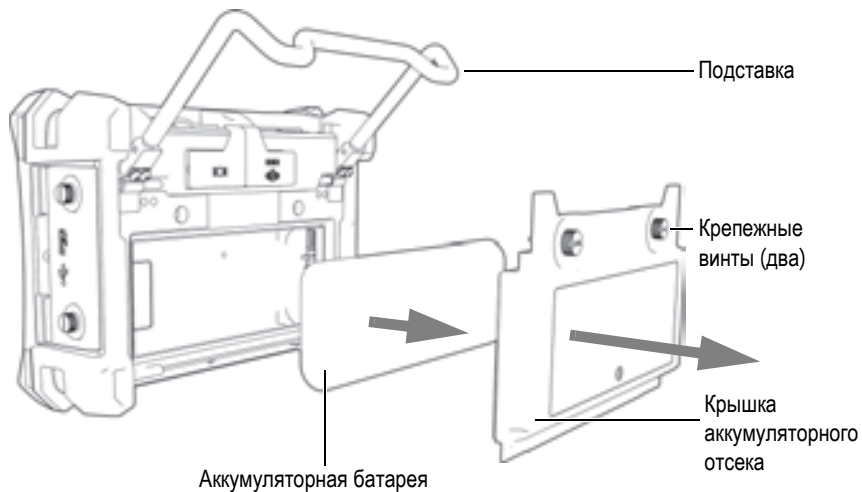

Рис. 1-11 Извлечение литий-ионной аккумуляторной батареи
1. Разверните подставку прибора (см. Рис. 1-11 на стр. 32).
2. Ослабьте винты (2), фиксирующие крышку аккумуляторного отсека на задней стенке прибора.